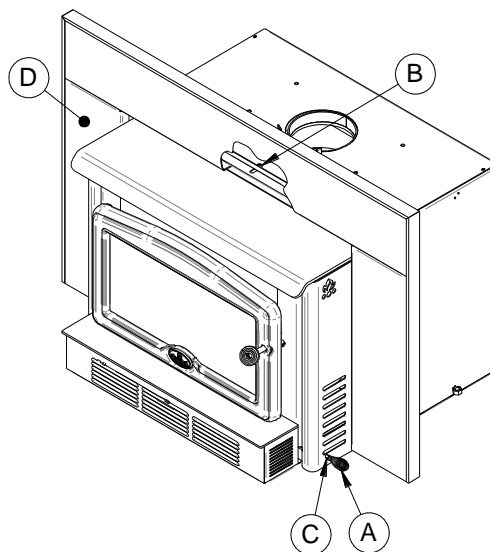

Figure 2.9e
Poussez la tige de contrôle d'air (A) à fond. Faites revenir la rallonge réglable de la plaque avant à sa position originale en la faisant coulisser, jusqu'à ce que la plaque avant épouse parfaitement la façade du foyer (voir la **Figure 2.9e**). Il vous faudra employer une douille pied-de-biche de 11 mm (7/16") pour serrer l'écrou (B) situé juste au-dessus du dessus de l'encastable, au centre, de façon à bien fixer la rallonge réglable de la plaque avant au conduit supérieur de circulation d'air. Prenez la poignée (C) du système de contrôle d'air et vissez-la sur la tige de contrôle d'air de 6.35 mm (1/4") de diamètre.